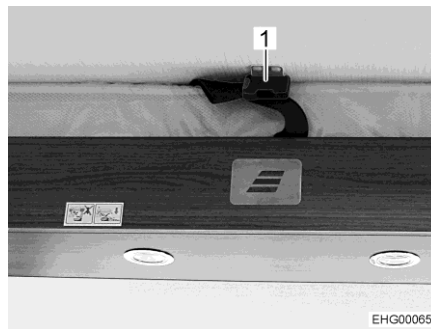

Fig. 101 Cinturón de retención
- Soltar el cinturón de retención (Fig. 101,1).
- Cerrar el cinturón de retención (Fig. 101,1).